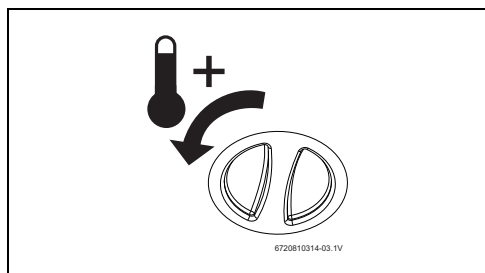

Fig. 10 Aumentare la temperatura
- ▶ Regolare il limitatore di temperatura di sicurezza a riarmo alla temperatura massima. Quindi ruotare la termoregolazione a sinistra fino all'arresto (→ fig. 10).